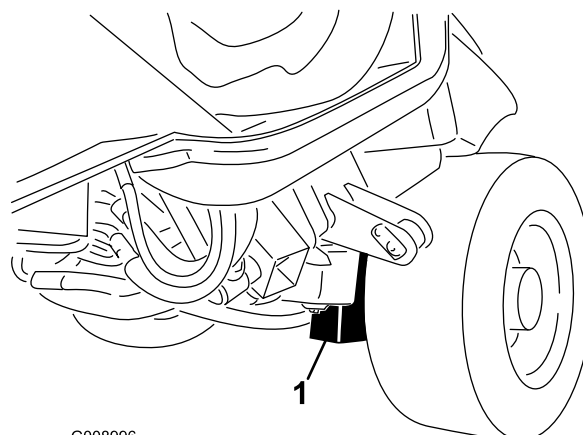

Figura 38
- En la parte delantera de la máquina, en el bastidor, en el interior de cada rueda motriz (Figura 38).